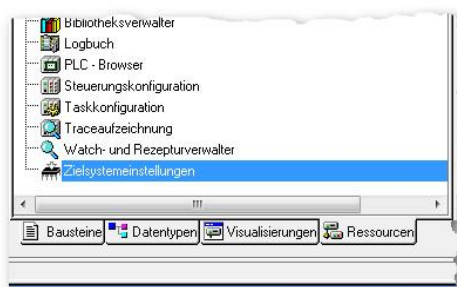

Abb. 4-1: Ändern der Zielsystemeinstellungen
- Im erscheinenden Dialog *Zielsystem Einstellungen* wählen sie als Konfiguration *SABO PLM-700*. Sie können den Dialog später wieder aufrufen unter *Ressourcen* → *Zielsystemeinstellungen* (Abb. 4-1).